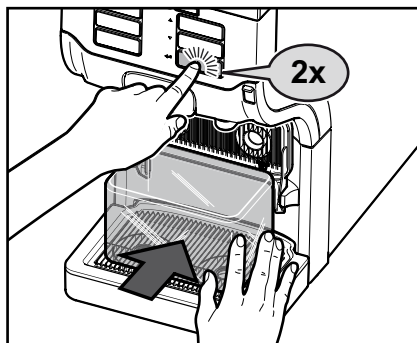

Fig. 32
2. Stil opsamlingsbeholderen under begge produktudløb, og tryk på enter-knappen ◀ (fig. 32).
3. Tryk på enter-knappen ◀ for at starte skylleforløbet (fig. 32).